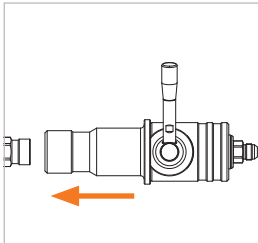

Abbildung 10
- ▶ Stecken Sie den WEH® Servicenippel bis zum Anschlag in die Füllkupplung ein und halten Sie die Kupplung in dieser Position (OFF-Stellung) (Abbildung 10).